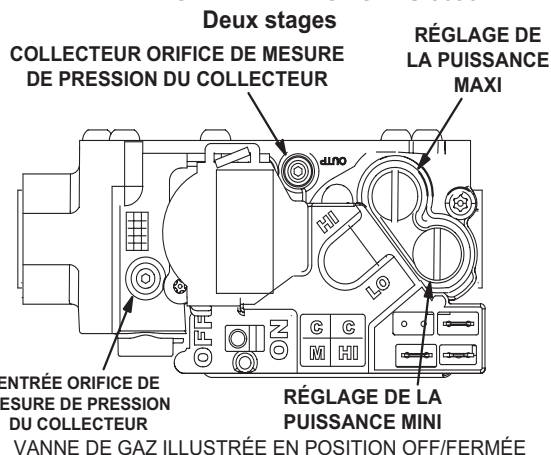
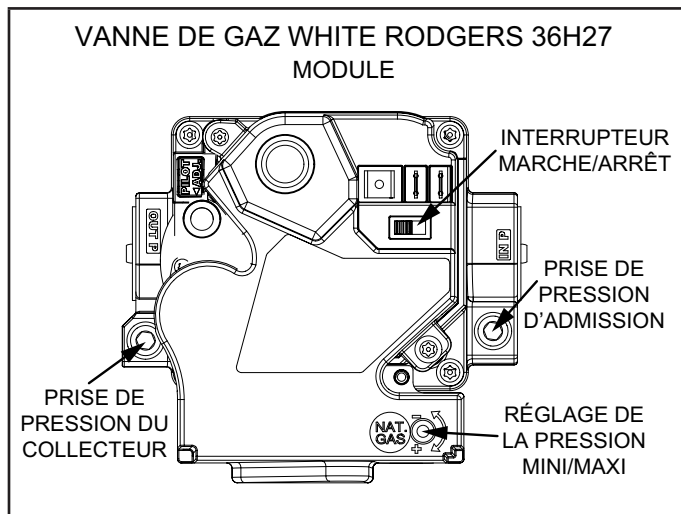

FIGURE 1
FIGURE 5
- 5 - Mettez l'interrupteur de la vanne de gaz sur **OFF/ARRÊT**. Voir Figure 1 à Figure 5.
- 6 - Attendez cinq (5) minutes pour vous assurer que tout le gaz a eu le temps de se dissiper. En cas d'odeur de gaz, **ARRÊTEZ!** Appelez immédiatement le fournisseur du gaz depuis un voisin et conformez-vous à ses instructions. S'il n'y a pas d'odeur de gaz, passez au point suivant.
- 7 - Mettez l'interrupteur de la vanne de gaz sur **ON/OUVERT**. Voir Figure 1 à Figure 5.